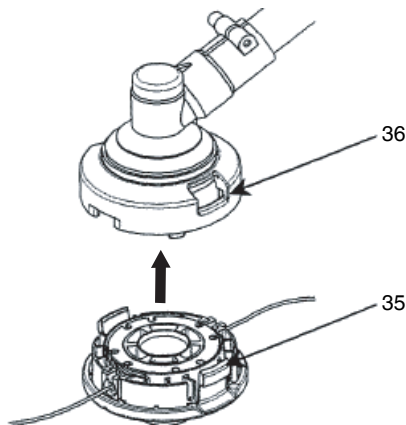

Fig. 41
- (6) Coloque la cubierta sobre la caja de forma que las pestañas de bloqueo de la tapa (35) en la caja coincidan con los orificios grandes (36) de la tapa. A continuación, empuje la caja hasta que se oiga un clic. (Fig. 41)